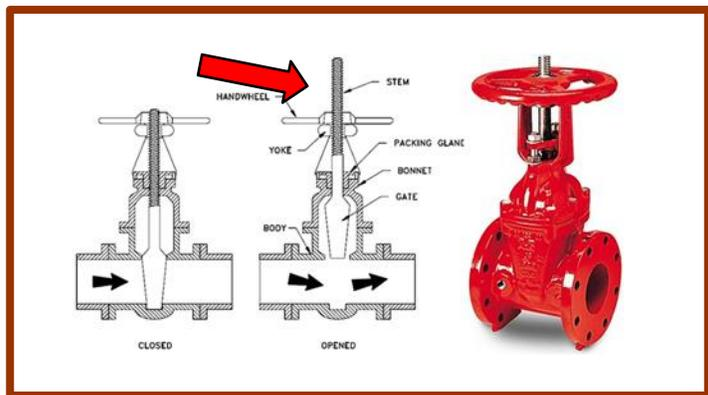
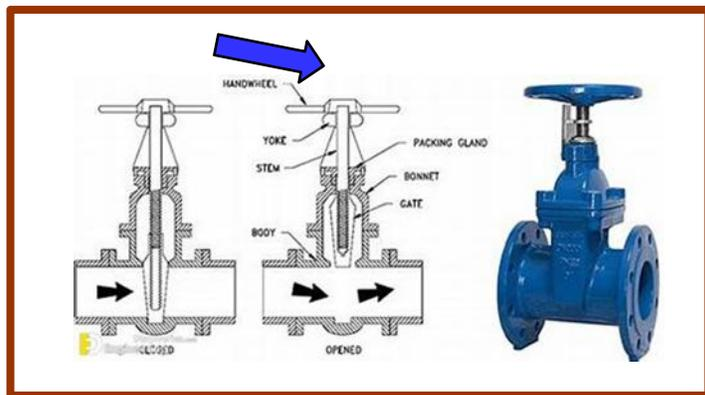

图1: 明杆闸阀
图2: 暗杆闸阀
罐区围堰内的雨水排放至废水处理区的雨水集水池中，而围堰雨水排放口上使用着两种阀门：明杆闸阀（图1）和暗杆闸阀（图2）。操作员通过观察明杆闸阀的手轮上方的阀杆（红色箭头），轻松看清阀门位置。但暗杆闸阀没有位置视觉指示（蓝色箭头），当阀门升起时，阀杆不会伸到手轮上方。操作员在不实际转动阀门的情况下很难知道围堰排水沟上的暗杆闸阀的实际位置。
- 有两种类型的闸阀，看起来相似。（见图1和图2）。